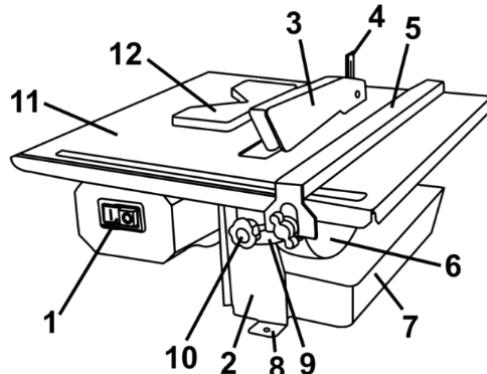

Рисунок 1
2.2.1 Плиткоріз електричний має в складі: основу (2) у вигляді трубчастої рами з опорами (8), поворотний робочий стіл (11) з запобіжником від заклиниення (4), який має можливість нахилу відносно горизонту на заданий кут (до 45°) по шкалі (9) з фіксацією його в кутовому положенні фіксатором (10); асинхронний електродвигун змінного струму 220 В, 50 Гц; відрізний диск встановлений на валу двигуна; верхній захисний кожух відрізного диску (3); піддон з водою для охолодження відрізного диску (7); вимикач (1) з двома кнопкими в одному корпусі – окрім на увімкнення та вимкнення; мережевий шнур з 3-х контактною вилкою для розеток з наявністю контакту захисного заземлення, – згідно рис.1. На робочому столі (11) нанесені розмірні шкали та розташовані направляючи для заготовок під час різу: подовжня напрямна планка (5) з можливістю перестановки і фіксації болтами на необхідному краю столу та позиціонуючий кутовий упор (12) для фіксації прямокутної плитки під час різу по діагоналі.